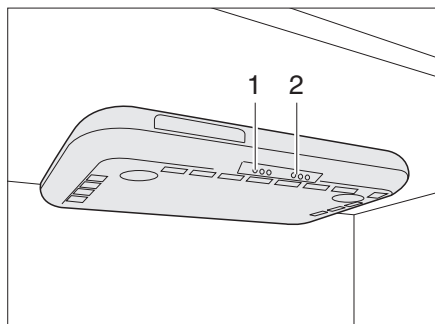

Fig. 208 Hotte aspirante
- Allumer et éteindre la hotte aspirante avec l'interrupteur (Fig. 208,1).
- Allumer et éteindre les éclairages de la cuisine avec l'interrupteur (Fig. 208,2).